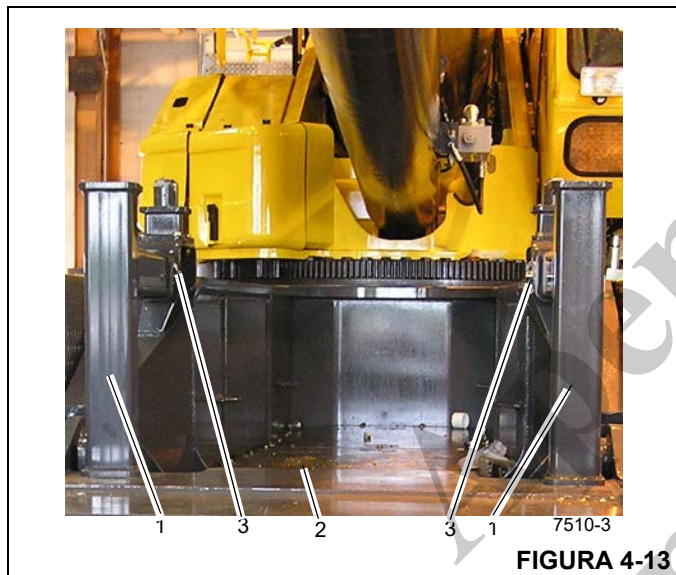

FIGURA 4-13
1. Utilizando um dispositivo de elevação adequado, instale os suportes do contrapeso (1) (Figura 4-13) na dianteira da estrutura do transportador (2) e prenda com pinos de engate (3).